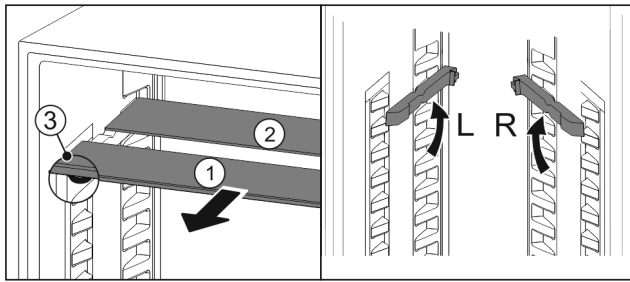

Fig. 87
- Sortir les tablettes par l'avant Fig. 87 (1).
- ▷ La tablette en verre Fig. 87 (1) avec bordure décorative est située à l'avant.
- ▷ Les butées Fig. 87 (3) sont orientées vers le bas.